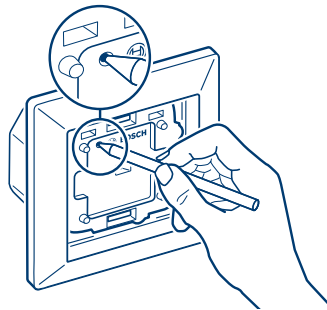

Abbildung 4
**i** Nach der Montage ist der Anlernmodus für 3 Minuten aktiv. Sollte die Zeit bereits verstrichen sein, drücken Sie kurz die Systemtaste A (s. Abbildung 4).
► Um die Rollladensteuerung anzulernen, drücken Sie kurz mit einem spitzen Gegenstand auf die Systemtaste (s. Abbildung 4).